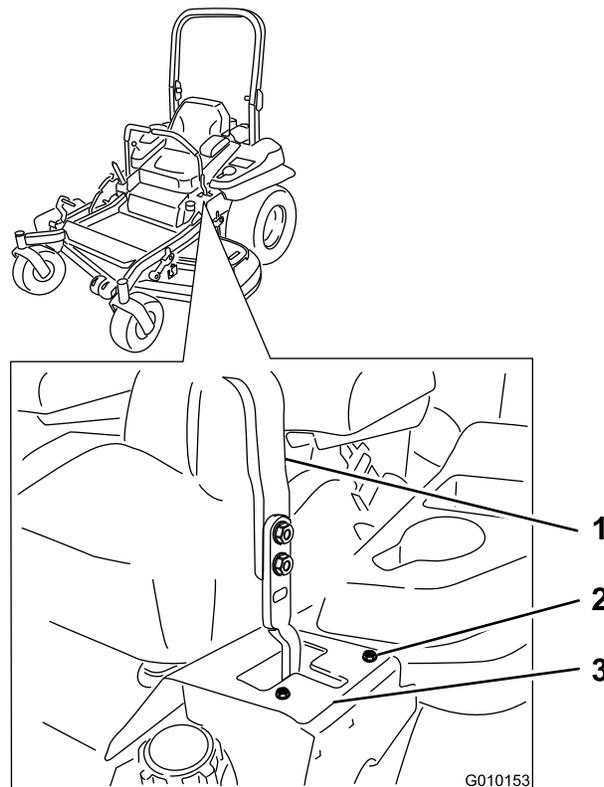

Figura 59
- Si se desvía hacia la izquierda, afloje los pernos y ajuste la chapa del tope derecho hacia atrás en la ranura en T de la derecha hasta que la máquina avance en línea recta (Figura 59).
- Apriete la chapa del tope (Figura 59).
- Si se desvía hacia la derecha, afloje los pernos y ajuste la chapa del tope izquierdo hacia atrás en la ranura en T de la izquierda hasta que la máquina avance en línea recta (Figura 59).